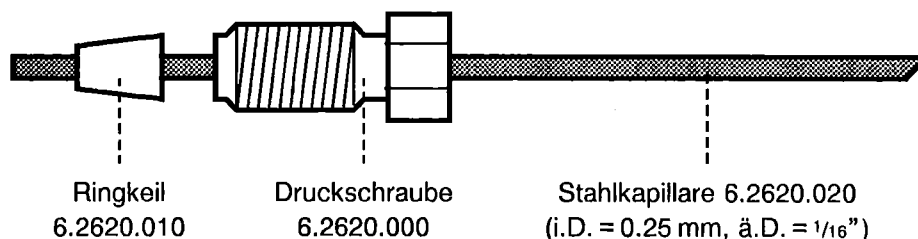

Abb. 8: Anschlussstücke aus Stahl
- 2▶ An dem zu befestigenden Ende der Stahlkapillare eine Druckschraube 6.2620.000 und einen Ringkeil 6.2620.010 gemäss *Abb. 8* auf die Kapillare stülpen.